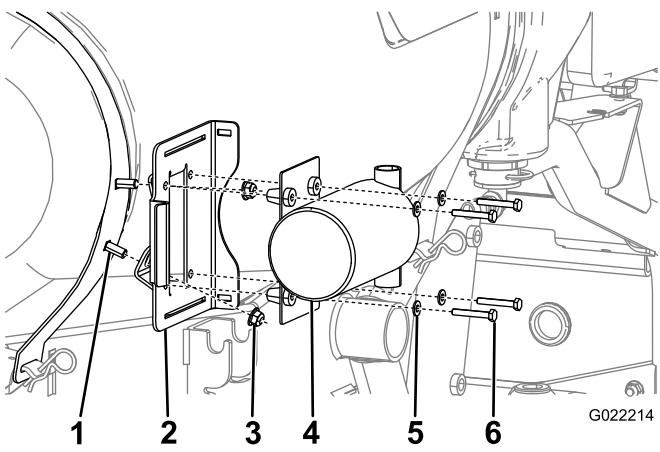

Figura 9
4. Sujete el soporte de montaje de la bomba de enjuague a los pernos de cuello cuadrado instalados anteriormente con 2 tuercas con arandela prensada (Figura 9).
6. Sujete la bomba al bastidor con los 4 pernos y las 4 arandelas pequeñas (Figura 9).